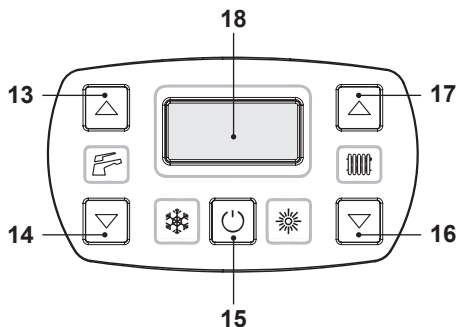
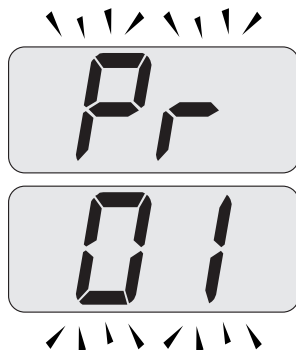

Figura 9.1
Figura 9.2
- Entre en la "modalidad de programación" pulsando simultáneamente durante 10 segundos los botones 15 - 16 - 17 (Figura 9.1) hasta que aparezcan en la pantalla LCD las letras **Pr** alternadas con el código **01**, que indican la entrada en el "parámetro 01" (Figura 9.2).
- Pulse simultáneamente los botones 15 y 17 (Figura 9.1) hasta que aparezca en la pantalla LCD el valor del parámetro 28 (ej.24 valor predeterminado) (Figura 9.4).
- Pulsando el botón 15 (Figura 9.1) se confirma el valor introducido.
- Pulsando simultáneamente los botones 15 y 16 (Figura 9.1) se sale sin modificar el valor (se vuelve a la lista de parámetros (Figura 9.3)).
- Pulsando simultáneamente durante 10 segundos los botones 15 - 16 - 17 (Figura 9.1) se sale de la "modalidad de programación".